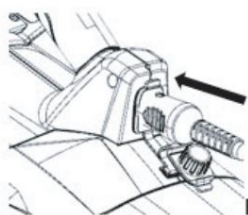

Fig 6
1. Juster batteristikket med elstikket på værktøjet, og sæt derefter stikket i stikkontakten. værktøj (fig. 6).